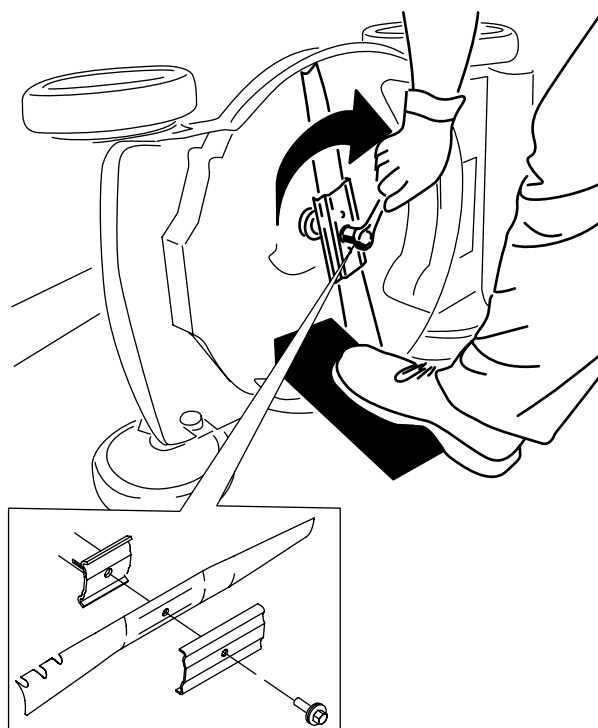

Figura 33
5. Instale lâmina nova e todo o equipamento de montagem (Figura 33).